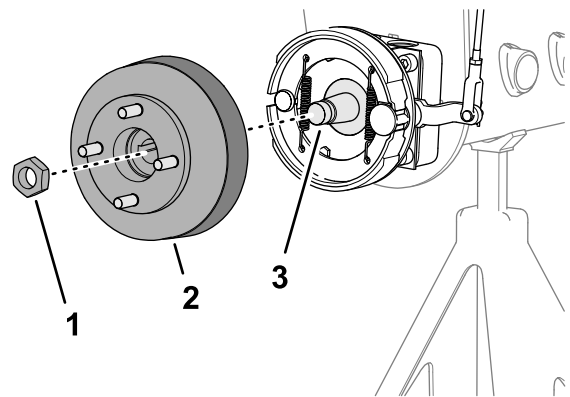
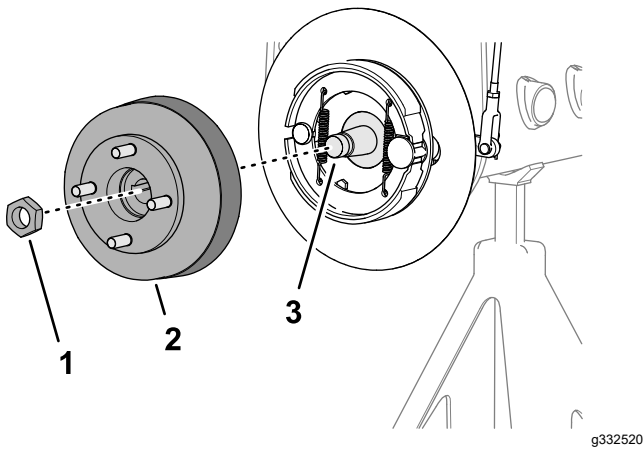

図 72
図 73
3. ホイールハブとブレーキドラムをホイールモータのシャフトに組み付ける図72または図73。
図 72または図 73、手締めする。